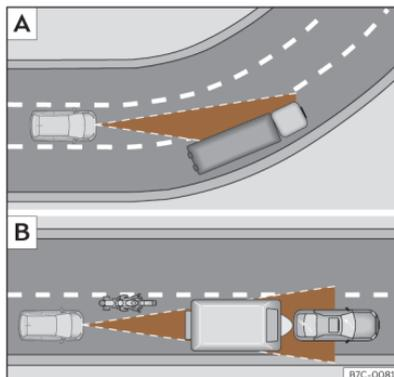

Abb. 133 **A**) Fahrzeug in einer Kurve. **B**) Vorausfahrender Motorradfahrer außerhalb des Erfassungsbereichs des Radarsensors.
Es ist möglich, dass die ACC das vorausfahrende Fahrzeug in der Kurve nicht erkennt oder die Entfernung zu Fahrzeugen einstellt, die sich auf anderen Fahrspuren befinden >>> (Abb. 133) .
- Versetzt fahrende Fahrzeuge oder Fahrzeuge, die außerhalb des Erkennungsbereichs des Sensors fahren, z. B. Motorräder >>> (Abb. 133) .